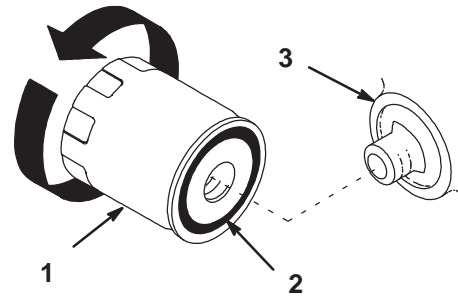

Figure 28
2. Déposez le filtre à huile usagé et essuyez la surface du joint de l'adaptateur (Fig. 28).
4. Appliquez une fine couche d'huile neuve sur le joint en caoutchouc du filtre de rechange (Fig. 28).
5. Posez le filtre à huile de rechange sur l'adaptateur. Tournez le filtre dans le sens horaire jusqu'à ce que le joint rejoigne l'adaptateur, puis donnez 1/2 tour supplémentaire (Fig. 28).